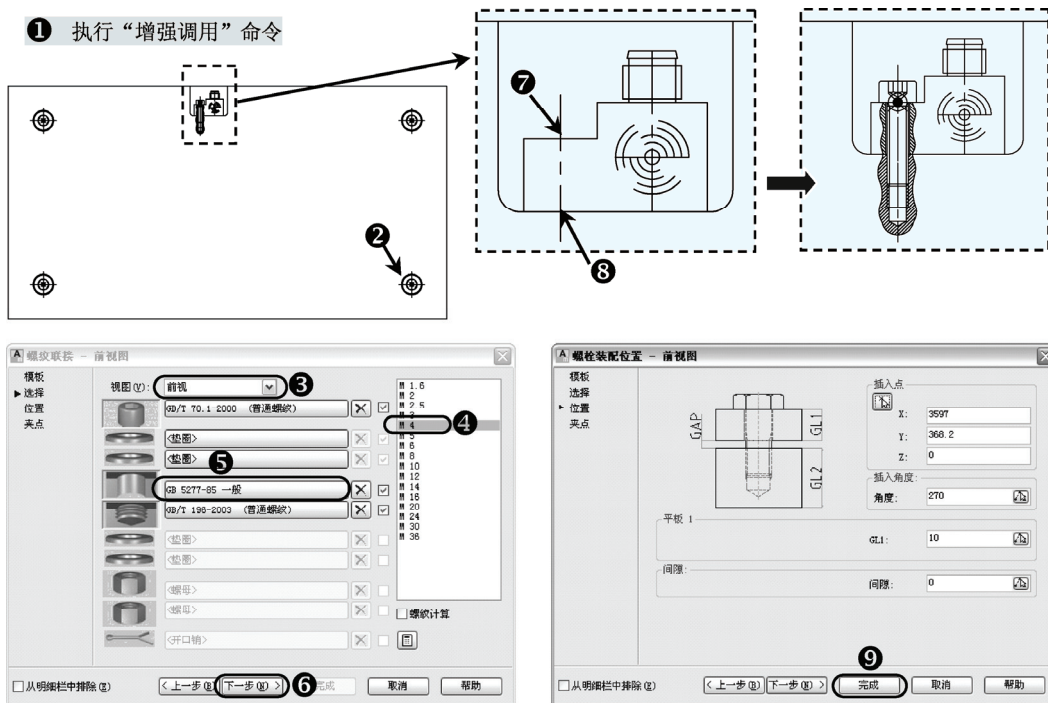

图 5-10 对螺纹进行增强调用
4) 对“主视图”中的“感应开关”添加螺纹。按〈Ctrl+Alt+R〉组合键执行“增强调用”命令 (ampowerrecall), 单击要调用的目标螺纹图形, 将弹出“螺纹联接-俯视图”对话框, 选择“前视图”“M4”, 再单击“自定义沉头孔”按钮, 依次选择“圆柱通孔→GB 5277-85 一般”, 单击“下一步”按钮, 依照图示位置选择插入点, 指定第一个孔的终点, 输入螺纹长度规格“16”, 输入拖动尺寸“10”, 如图 5-10 所示。